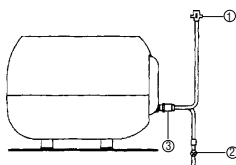

Рис. 5
**В. Напольная установка (Н-FM) (Рис. 5)**